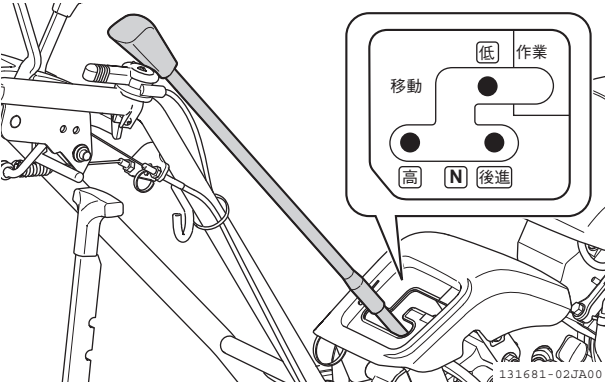

図 2-24 変速レバー
1. 変速レバーを「低（低速）」、「高（高速）」、「後進」のいずれかの位置にします。（図 2-24）